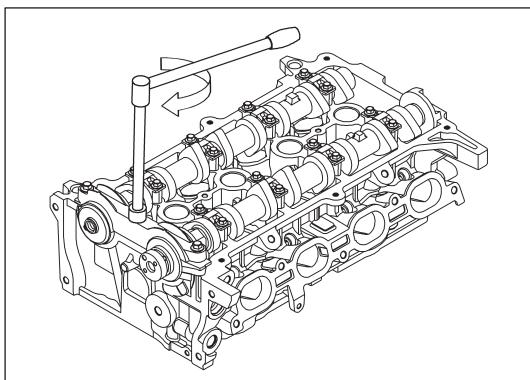

Рис. 12-3-46. Установка крышек подшипников распределительного вала с передней стороны
- » На рис. 12-3-46 изображен распределительный вал после установки.